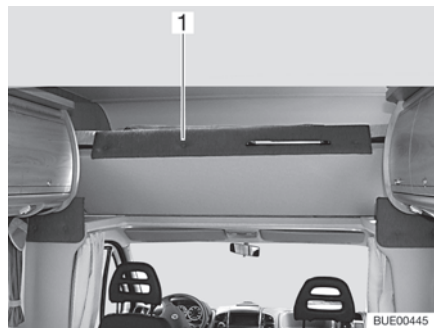

Fig. 102 Lit de capucine, rabattu vers le haut
- Rabattre vers le haut le lit de capucine (Fig. 102,1). Le lit de capucine est maintenu en position verticale par des ressorts à pression de gaz.